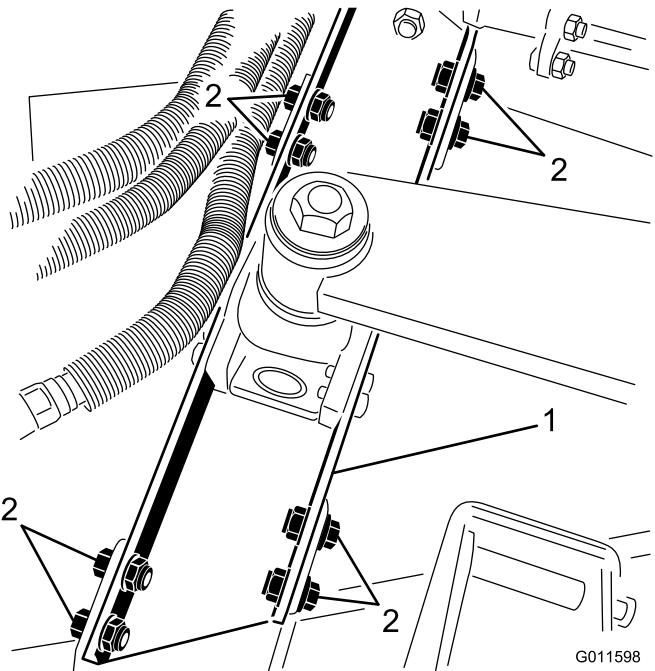

Bild 6
2. Entfernen Sie die Schrauben (8), Scheiben und Sicherungsmuttern, mit denen die Hubarmbefestigung an den Mähwerkhalterungen befestigt ist (Bild 6).